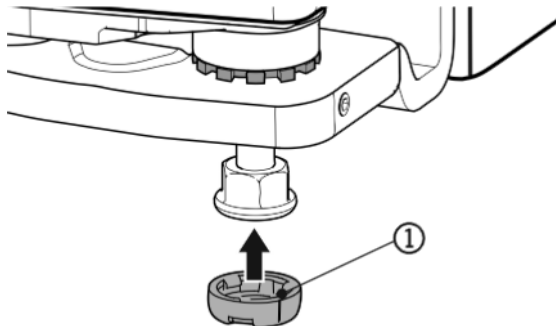

Fig. 5
- ▶ Krytku Fig. 5 (1) zasuňte do úchytů. Dávejte pozor na správné usazení.